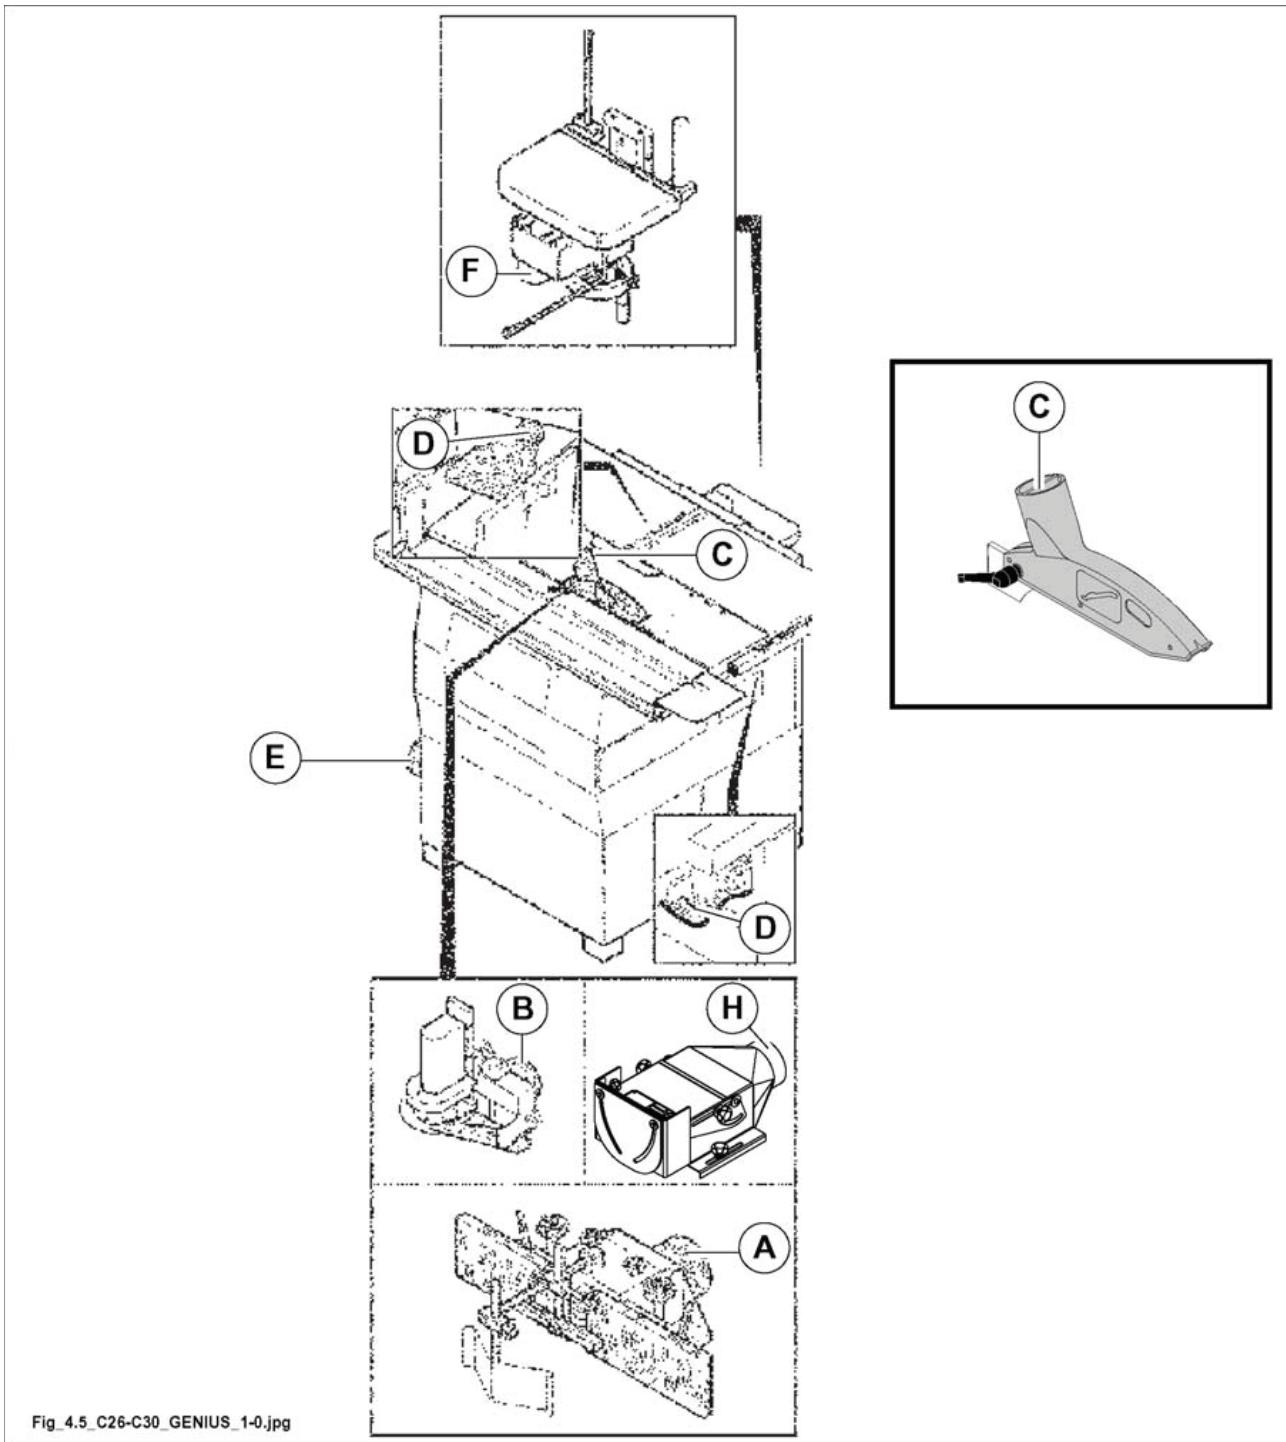

Рис. 4.5
- А (рис. 4.5) диаметром 120 мм (кожух фрезерного шпинделя)
- В (рис. 4.5) диаметром 100 мм (OPT) (кожух для криволинейного фрезерования по шаблону)
- С (рис. 4.5) диаметром 60 мм (ограждение пилы)
- D (рис. 4.5) диаметром 120 мм (нижний стружкоприемник фрезерного узла)
- Е (рис. 4.5) диаметром 120 мм (стружкоприемник пильного узла)
- F (рис. 4.5) диаметром 120 мм (OPT) (стружкоприемник пазового узла)
- Н (рис. 4.5) диаметром 120 мм (OPT) (кожух фрезерного шпинделя для шипорезных работ)